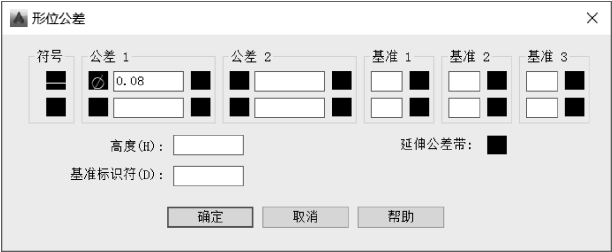

图 9-62 “形位公差”对话框设置示例 1
1) 输入命令后，打开“形位公差”对话框，按如图 9-62 所示填写，结果如图 9-61a 所示。